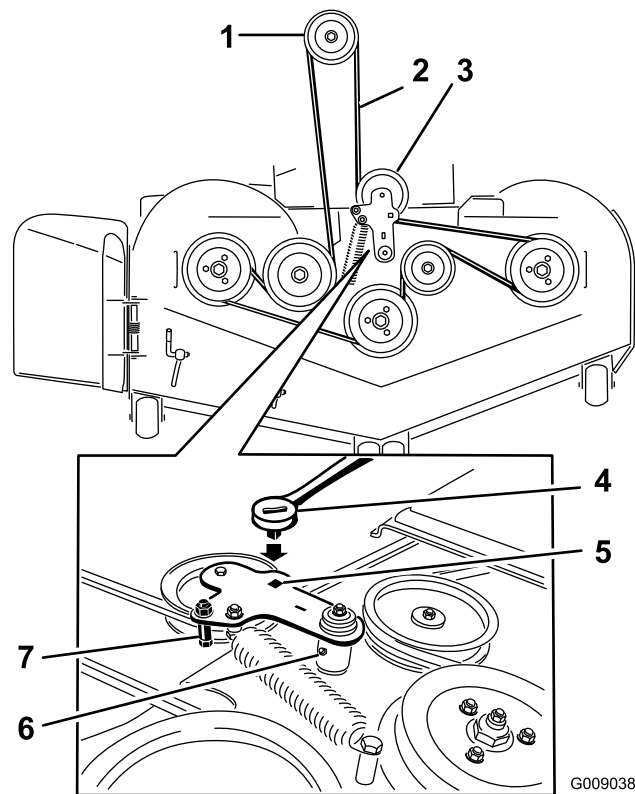

Figure 56
5. Insérez un rochet dans le trou carré du bras de renvoi pour détendre le ressort de la poulie de tension (Figure 56).
7. Enlevez le guide de courroie situé sur le bras de renvoi rappelé par ressort ; voir Figure 56.
9. Acheminez la courroie neuve autour des poulies du plateau de coupe et de la poulie d'embrayage, sous le moteur (Figure 56).
10. Montez le guide de courroie sur le bras de renvoi ; voir Figure 56.
11. Insérez le rochet dans le trou carré et montez le ressort de la poulie de tension (Figure 56).